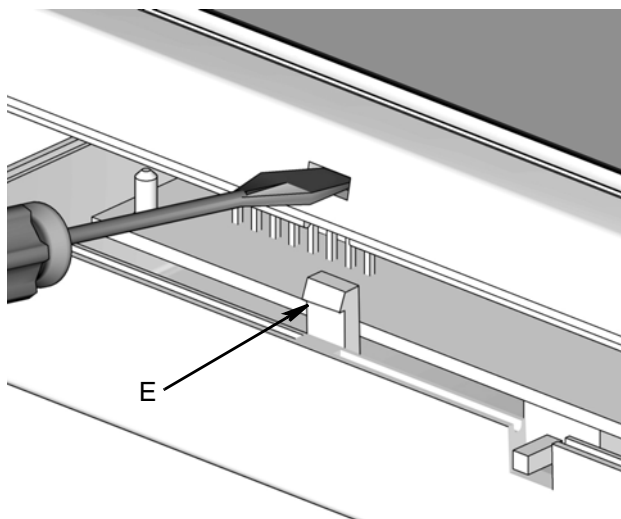

FIG. 11
1. Rimuovere il coperchio superiore della scatola ricetrasmittitore utilizzando un cacciavite piatto per abbassare la clip (E) su ogni lato del coperchio, come indicato in FIG. 11.